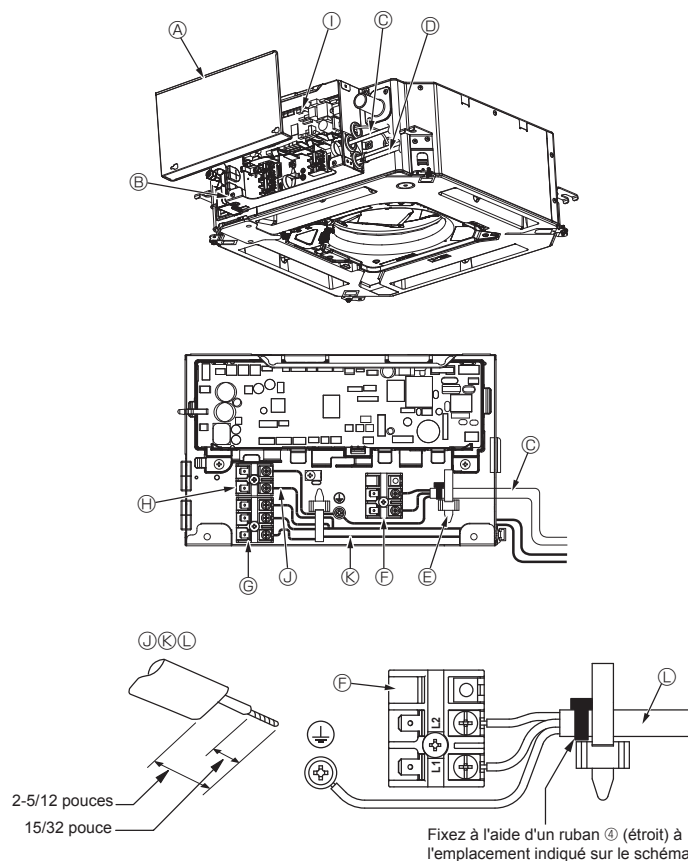
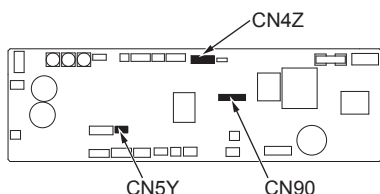
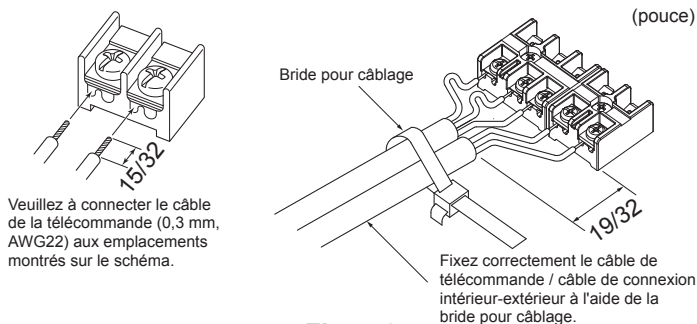

Fig. 4-1
Fig. 4-2
Fig. 4-3
4.1. Appareil intérieur (Fig. 4-1, Fig. 4-2, Fig. 4-3)